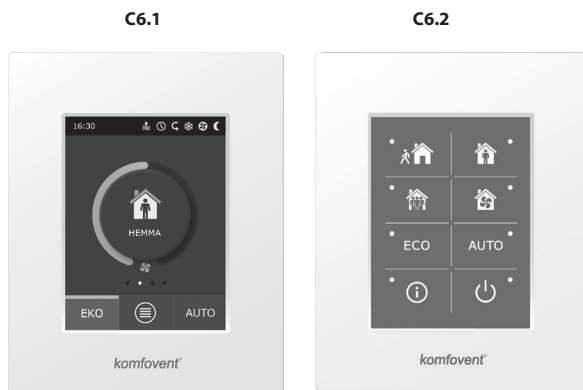

Bild 2.1. Val av kontrollpaneler
Luftbehandlingsaggregatet kan styras via en av dessa paneler (Bild 2.1).
* Enbart på C6.1 panelen (se fig. 2.1).